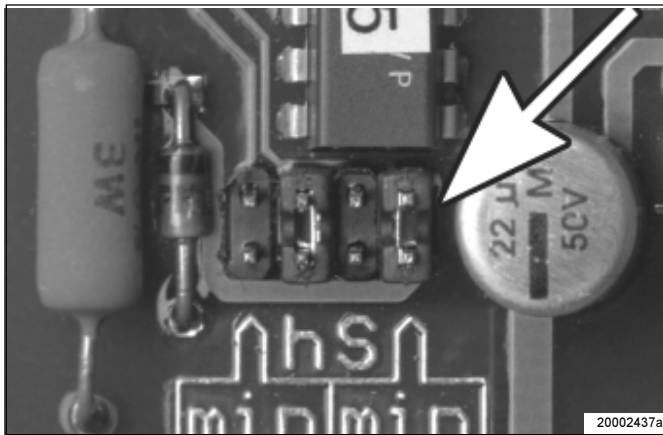

Abb. 11:- Vorwahl des Zeitbereiches
- Die Zeitbereiche können durch Umstecken des Jumpers (Abb. 11) am Steuergerät verändert werden.